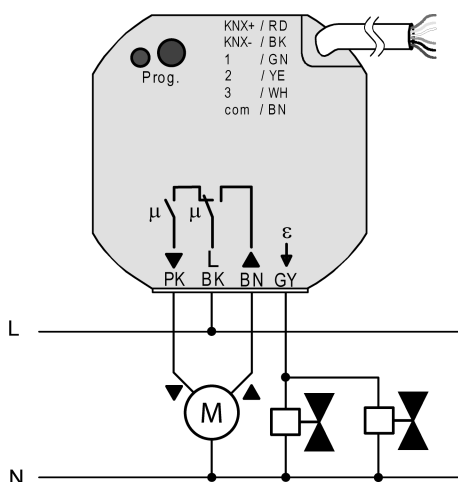

Figura 4: Collegamento della tensione di rete e del carico
- (4) Scatola apparecchi (per esempio scatola elettronica)
- (5) Parete divisoria
- (6) Interruttore per collegamenti in serie
- (7) Contatto a potenziale zero, ad es. contatto finestra
- Collegare la tensione di rete, l'azionamento veneziana e gli attuatori elettrotermici con l'aiuto dei morsetti a innesto forniti in dotazione (figura 4).